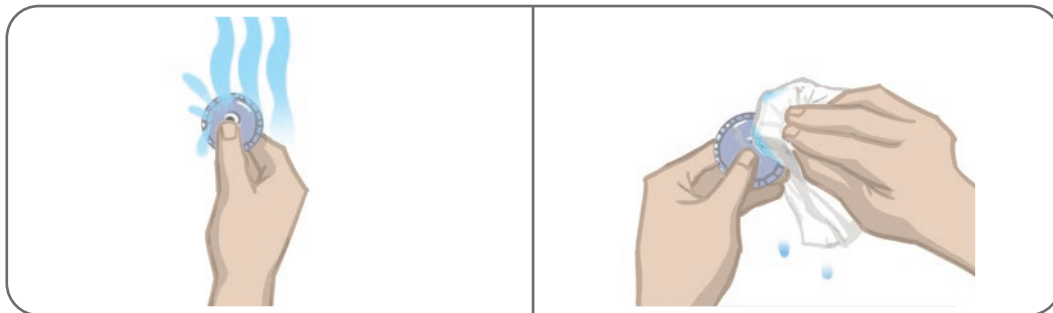

Figure 8-4 : Humidification et élimination de l'excès d'eau
4. Mouillez les nouvelles électrodes rondes en tissu à l'eau courante jusqu'à ce qu'elles soient saturées. Reportez-vous à la figure 8-4.
5. Avec un chiffon, essuyez ou absorbez délicatement l'excès d'humidité à l'arrière (côté pression) des électrodes. Reportez-vous à la figure 8-4.